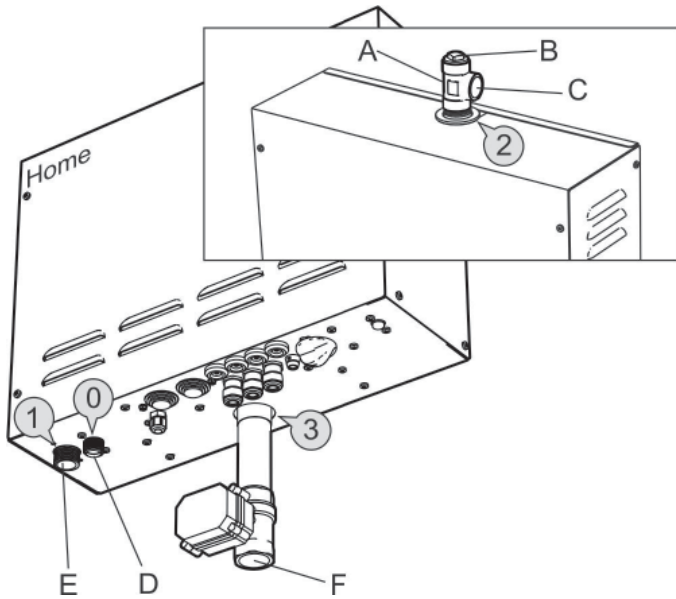

Fig. 6 Générateur de vapeur de type Home
Raccordez l'eau froide au raccord 1 (Fig. 6,7) du générateur de vapeur. La pression de l'eau en entrée doit se situer entre 0, 2 bar min. et 10 bar max (20kPa min. et 1000kPa max).
Monter le raccord, l'écrou de blocage vers le haut, sur la sortie de vapeur 2 (Fig. 6,7) du générateur de vapeur. Raccorder le tuyau de cuivre d'un diamètre interne d'au moins 18mm, à la sortie de vapeur du raccord (C). Le tuyau de vapeur doit présenter une pente soit vers le hammam, soit vers le générateur de vapeur. Le tuyau de vapeur peut également être installé avec une pente à la fois vers le hammam et vers le générateur de vapeur.
Raccordez le tuyau d'évacuation, qui doit être un tuyau en cuivre de bonne qualité, avec un diamètre interne minimal de Ø 25 mm, au raccord 3 (Fig. 6,7) sur le générateur de vapeur. Le tuyau d'évacuation doit aboutir sur la bouche d'évacuation la plus proche à l'extérieur du hammam. La température de l'eau évacuée se situe entre 80 et 85 °C environ.
Un tuyau de décharge raccordé au dispositif limiteur de pression D (0)(Fig. 6 et 7) doit être installé dans un environnement maintenu hors-gel et en pente continue vers le bas.